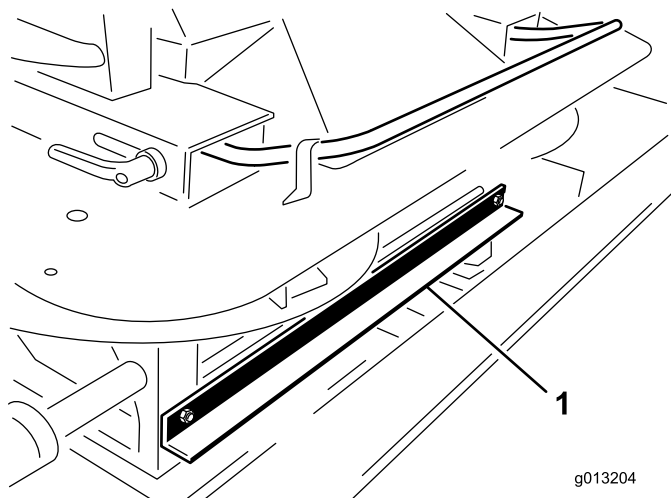

Figure 4
3. À l'avant du Twin Spinner, retirez les 2 boulons et écrous qui fixent le support d'expédition du dispositif de levage de la machine au Twin Spinner (Figure 4).